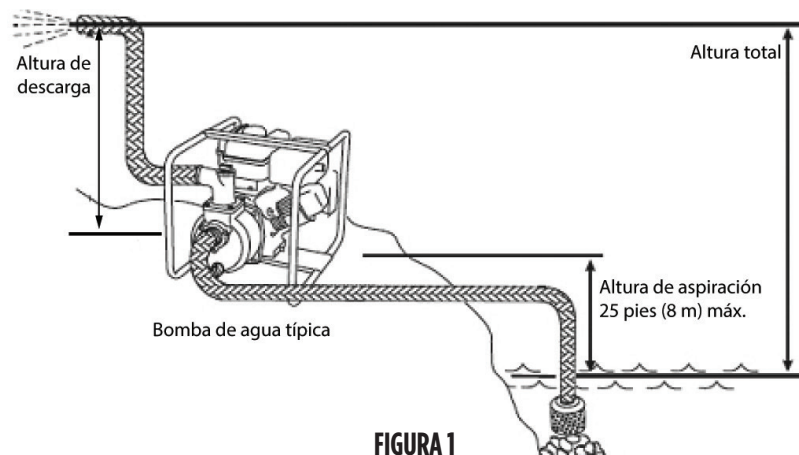

FIGURA 1
**Use esta bomba solo para agua**, donde la altura de aspiración vertical desde el nivel del agua sea de 25 pies (7.6 metros) o menos. No exceda la altura de aspiración máxima. “Altura” se refiere a la altura de una columna de agua que puede ser liberada por la descarga de la bomba (Figura 1). La altura de aspiración (o la elevación de aspiración) es la distancia vertical entre el centro de la bomba y la superficie del líquido en el lado de aspiración de la bomba. La altura de descarga es la distancia vertical entre el puerto de descarga de la bomba y el punto de descarga. La altura total es la suma de la altura de aspiración y la altura de descarga. Se deben tener en cuenta la elevación sobre el nivel del mar y las pérdidas por fricción.